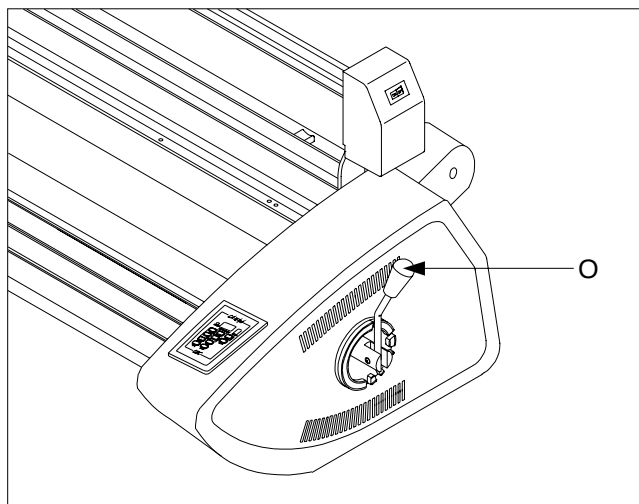

Fig. 7
Adjusts the amount of roller pressure needed for various laminating and mounting applications, (Figure 7).
O. WALZENDRUCKHEBEL: Zum Einstellen des erforderlichen Walzendrucks für verschiedene Laminier- und Aufziehaufgaben (Abb. 7).
Hiermee wordt de roldruk ingesteld die nodig is voor verschillende lamineer- en opplaktoepassingen, (zie afb. 7).
permet de régler la pression des rouleaux en fonction des divers films et supports utilisés (Figure 7).